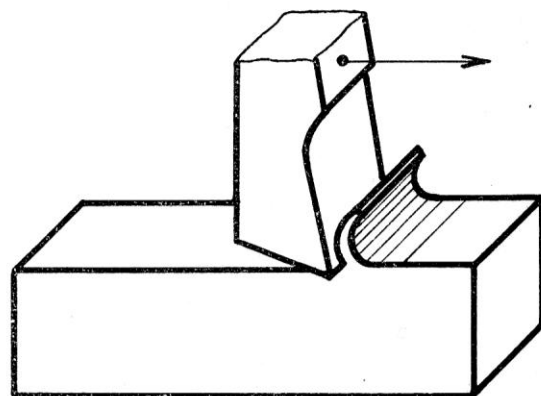

Fig 5
- les outils cisailants (fig. 5 page 5)